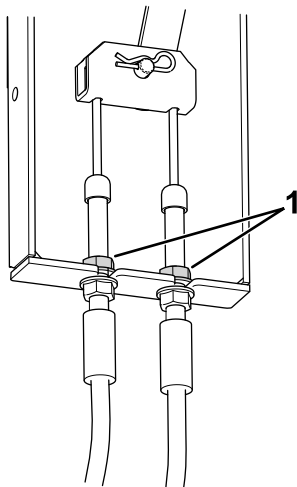

Figura 72
3. Individuate il supporto del cavo del freno (Figura 72), sotto il lato sinistro della macchina in prossimità della ruota sinistra.